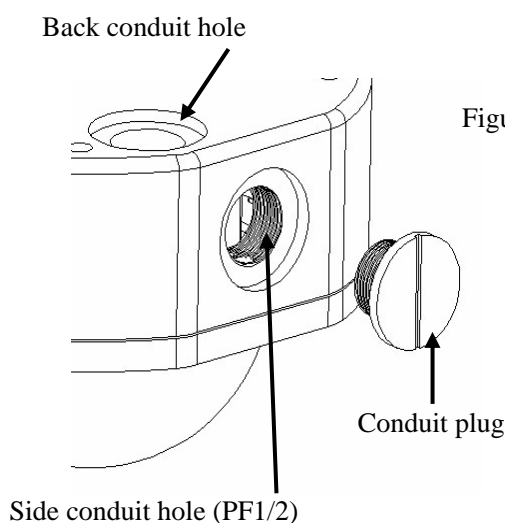

Figura 5
- b. Quite el conductor si necesita pasar el cable a través del orificio lateral del conducto. La cámara viene con un conector de conducto preinstalado en el PF 1/2 conducto agujero en el lateral. El tapón del conducto puede ser removido e instalado en el orificio del conducto posterior (como enseñado en Figura 5)